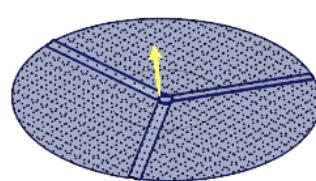

图 5.28 合并 6
- (1) 按住 **Ctrl** 键，选取合并 5 和上一步创建的复制面组为合并对象（选择顺序不能错）。
- (2) 单击 **分型面** 操控板中 **编辑** ▾ 区域的 **合并** 按钮，此时系统弹出“合并”操控板。
- (3) 定义合并修剪的方向，调整合并方向，如图 5.28 所示。
- (4) 在“合并”操控板中单击 按钮。